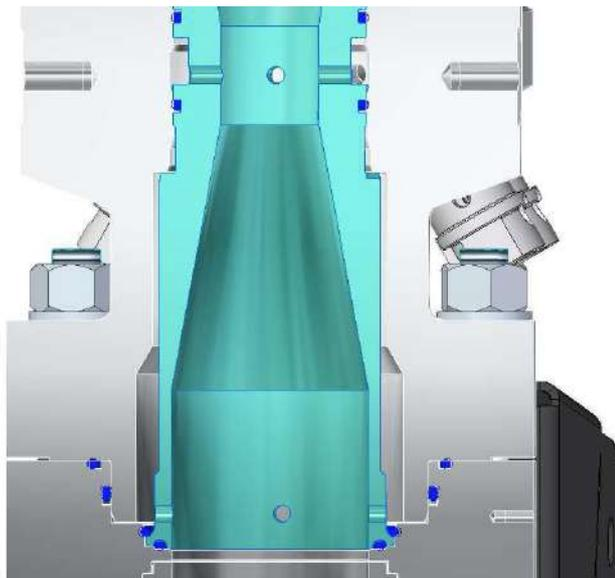

Рисунок 12. Правильная сборка
- Убедитесь, что корпус/верхний фланец трубки Вентури параллельны ответной части и не расположены под углом. Для справки см. рисунок 12 ниже по тексту.